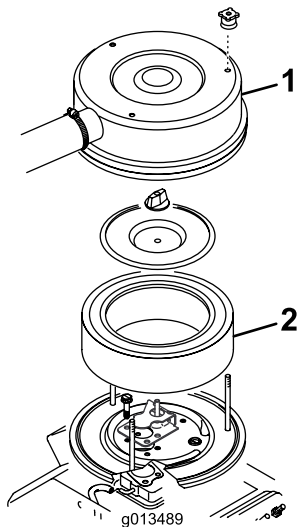

Bild 17
3. Entfernen Sie die Handräder und die Luftfilterabdeckung (Bild 17).